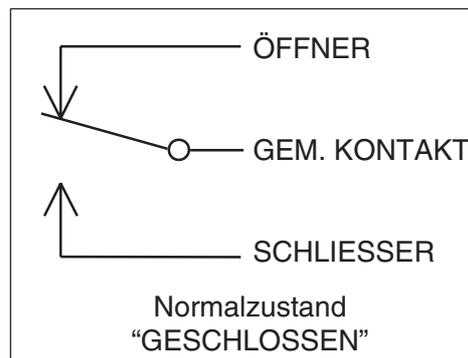

Bild 6-1 Normalzustand "erregtes Relais"
Das Relais ist mit Umschaltkontakten ausgestattet. Unter Normalbedingungen ist die Relaisspule gemäß *Bild 6-1* erregt.
- A. Wird das zu prüfende System mit 100 bis 120% des eingegebenen Maximaldrehmoments betrieben, blinkt die Meldung -OL- auf der Anzeige des DSP6001-Controllers. Gleichzeitig ertönt ein Bip-Signal (siehe Bild 6-1).